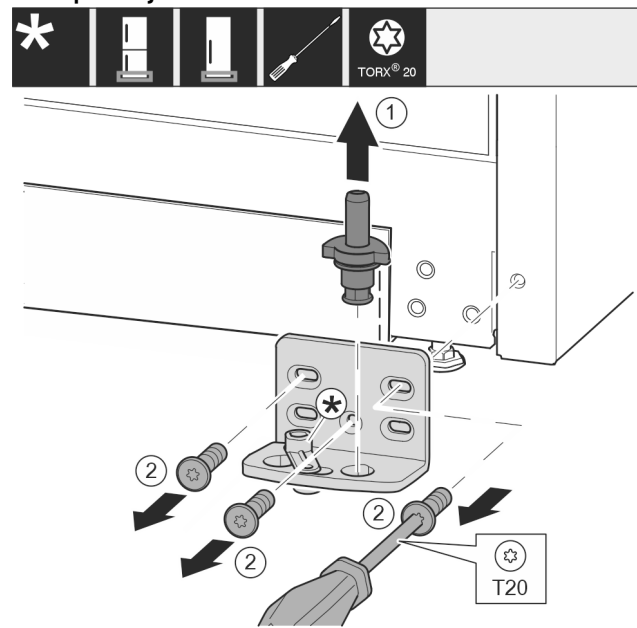

Fig. 11
- ▶ Ložiskový čep celý vytáhněte nahoru. Fig. 11 (1)
- ▶ Šroubovákem T20 vyšroubujte šrouby a odeberte stojan ložiska. Fig. 11 (2)